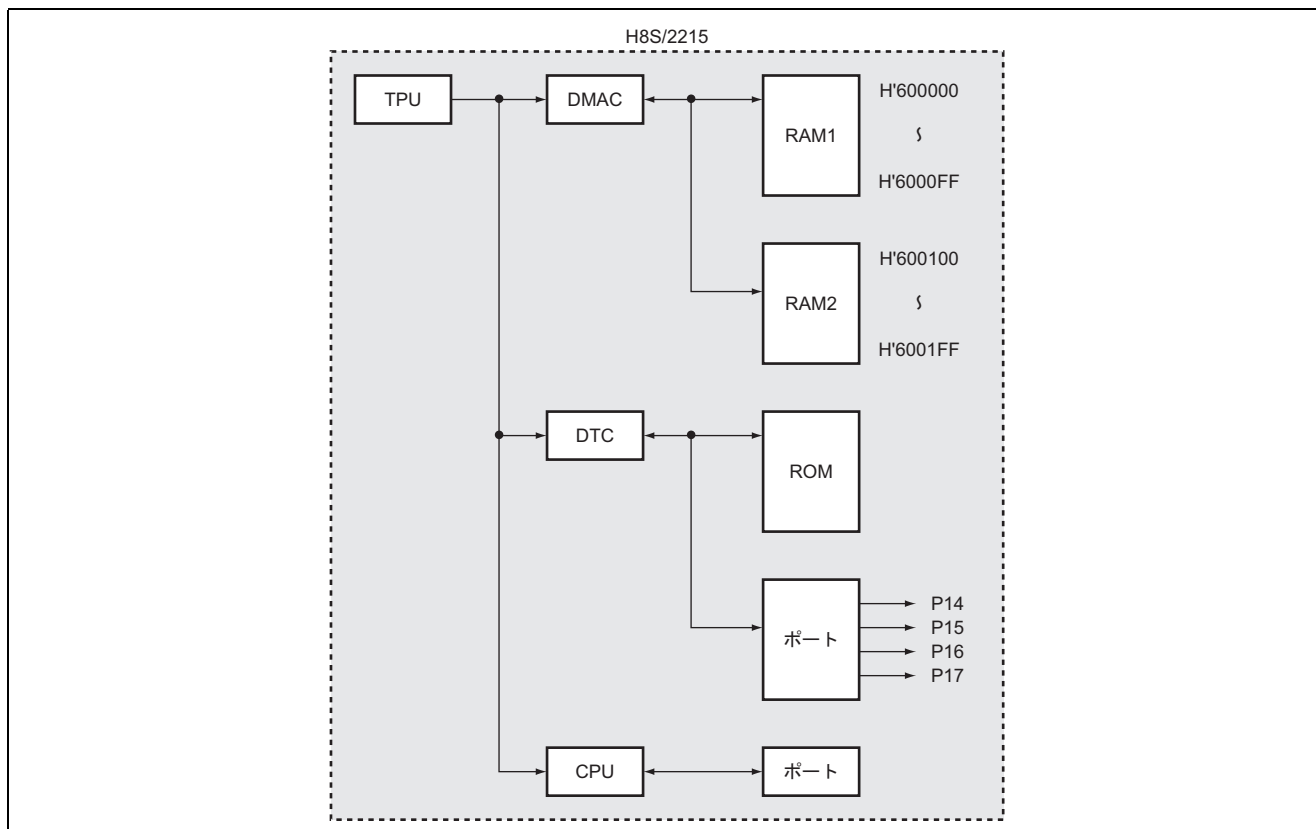

図 1 DTC, DMAC, CPU 同時起動ブロック図
- (1) 図 1 に示すように、タイマコンペアマッチ発生ごとに DTC, DMAC および CPU 起動します。